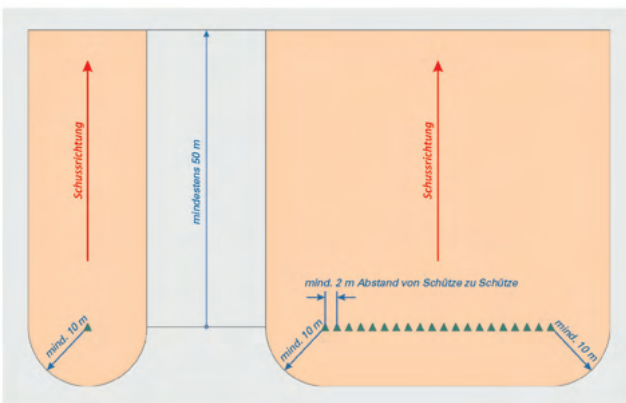

Abb. 24: Empfohlene Sicherheitsbereiche beim Einzel- und Gruppenschießen
- Sicherheitsbereich prüfen und festlegen (s. Abb. 24, S. 16).